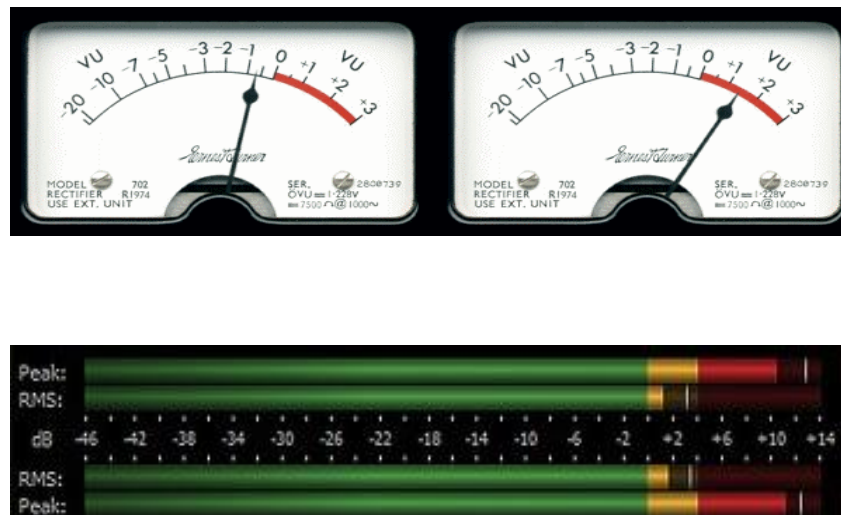

Figura 2.3. Dos tipos de vúmetros.
- b) Las señales de prueba son tonos fijos, pero las señales de la música y la voz cambian constantemente y hacían que la aguja de el Vúmetro se moviera y no se pudiera leer, el medidor tenía que ser modificado con un circuito amortiguador, así que decidieron en Estados Unidos que la señal + 4dBm se retuviera 300 ms, antes que registrara 0VU en el medidor. Así se normalizo la práctica de grabar un tono de 1 KHz a 0VU(0dBm), actualmente el nuevo estándar de medida de volumen el que se refiere a Volts pasa a llamarse dBu, de tal forma que ahora + 4 dBm son + 4 dBu y corresponden a 1.25 Volts sobre 600Ω de impedancia (0VU a + 4 dBu). **Ver figura 2.3.**